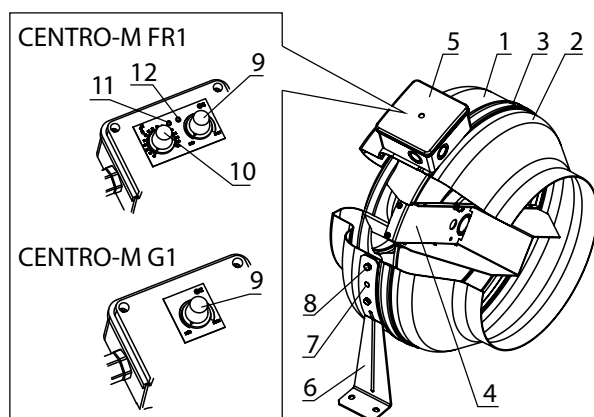

Abb. 1
Die elektronische Steuereinheit dient der stufenlosen Regelung der Geschwindigkeit des Ventilatorlaufrades (Luftdurchsatz). Die Geschwindigkeit wird über den Drehzahlregler (9, Abb. 1) gesteuert.
Die Modelle CENTRO-M G(G1) sind mit einem Temperatur- und Drehzahlregler ausgestattet (siehe Abb. 1).
Die technische Wartung besteht in regelmäßiger Reinigung der Oberflächen des Ventilators von Staub und Schmutz. Zur Entfernung des Staubs eine weiche Bürste oder Druckluft verwenden. Die Laufradschaufeln alle 6 Monate sorgfältig reinigen. Zur Reinigung die Schrauben (3) herausdrehen und den Ventilatordeckel (2) abnehmen (Abb. 1). Die Laufradschaufeln mit einem mit neutraler Reinigungsmittellösung angefeuchteten Tuch abwischen. Die elektrischen Komponenten dabei vor Feuchtigkeit schützen!